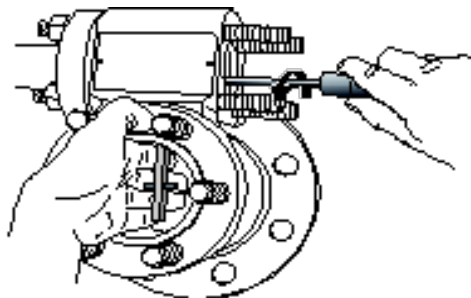

Рис. 23
9.3 Снятие подузла корпуса и торсионной трубки 12400 (см. рис. 23 и 24)
Для удаления буйка необходимо снять рычаг. Когда два винта рычага (133) отвинчены, нужно удерживать рычаг так, чтобы не повредить торсионную трубку (рис. 23).
- Удалить верхний фланец (146) и глухой фланец (144).
- Опустить рычаг (135) и отцепить буюк (130). Для облегчения отцепления и удержания буйка можно воспользоваться согнутой в виде крючка стальной проволокой диаметром 3 мм. Эту проволоку можно вставить в отверстие в серье.
- Удалить из камеры два винта рычага (133) и сам рычаг (135).
- Удалить из камеры (131) или резервуара буюк.
- Обеспечить строгое соблюдение требований в отношении КИП, устанавливаемых во взрывоопасных зонах. Удалить винт (106) из соединительного отсека и отвинтить крышку (104). Отсоединить от клемм (90) провода электропитания и другое оборудование.
- Удалить гайки (142), удерживающие узел торсионной трубки, и вынуть его из отсека механизма.
Для установки выполнить процедуру снятия корпуса цифрового преобразователя уровня и узла торсионной трубки (раздел 9.3) в обратном порядке. При установке рекомендуется воспользоваться новыми прокладками (143–149) (см. рис. 23).